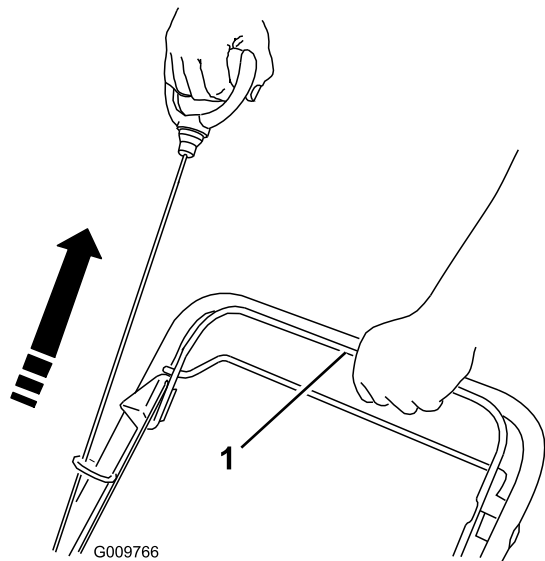
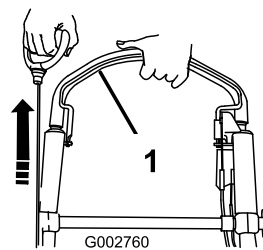

Figura 23
Figura 24
2. Sujete la barra de control de la cuchilla contra el manillar y tire del arrancador de retroceso (Figura 23 o Figura 24).